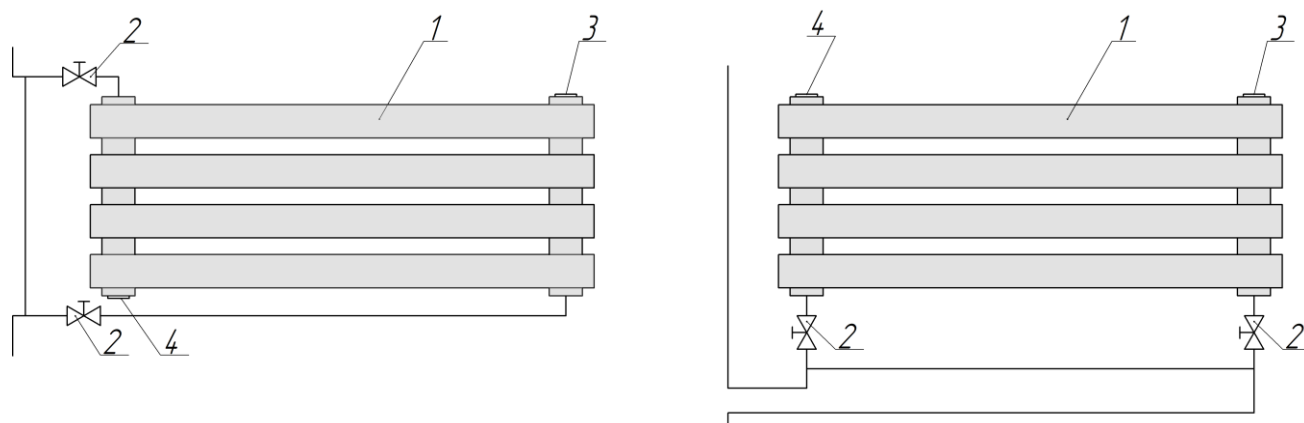

Рис. 2 Радиатор. 2. Вентиль (кран). 3. Кран-воздухоотводчик. 4. Пробка глухая.
5.6. Схема разнесенного подключения радиатора к однотрубной системе приведена на рис. 2.